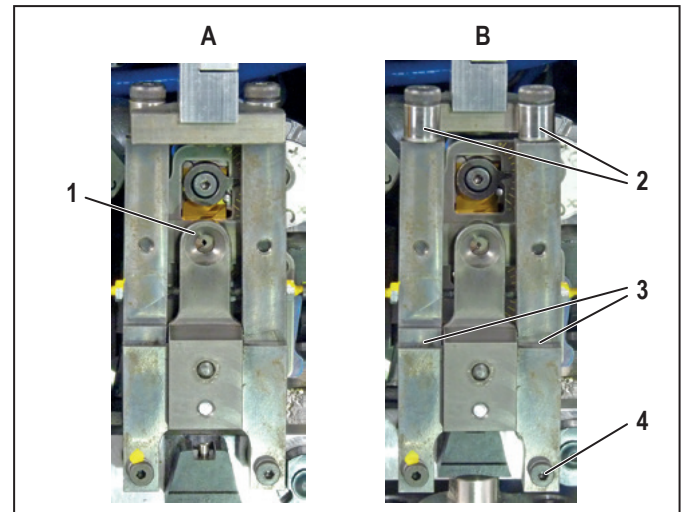

Bild 7.3 Litzenfixiereinheit in Betriebsposition (A) und nach vorn gezogen (B)
- ▶ Ziehen Sie die Litzenfixiereinheit nach vorn (Bild 7.3 , B).
- ▶ Prüfen Sie, ob die Laufrollen (2) leichtgängig sind. Bei Bedarf ölen Sie die Drehpunkte der Laufrollen.
- ▶ Ölen Sie die Drehpunkte (3) der Litzenfixiereinheit.
- Stellen Sie sicher, dass sich die Litzenfixiereinheit in der vorderen Position befindet (Bild 7.3, B).
- Entfernen Sie die rechte untere Schraube der Litzenfixiereinheit (Bild 7.3, 4).